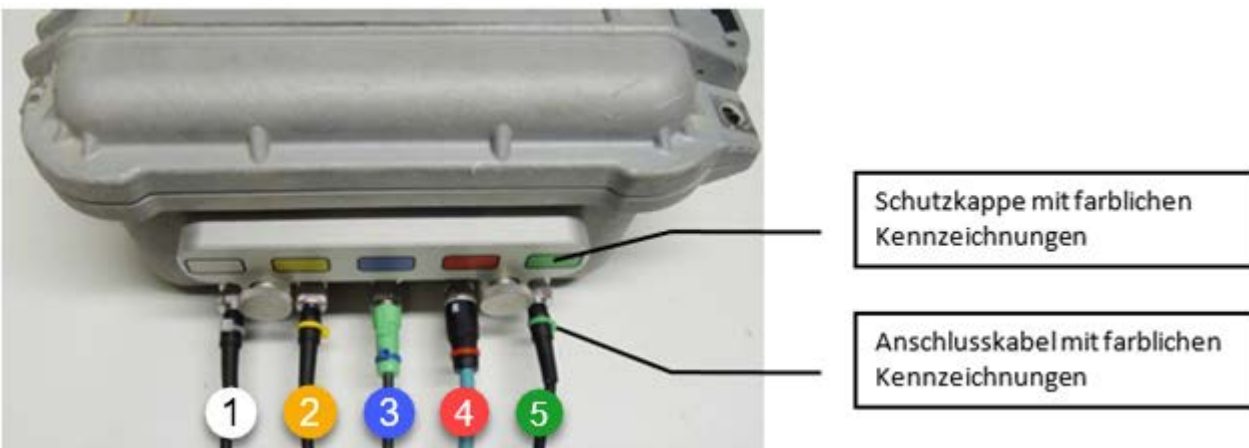

Abb. 11: Anschlusskabel an die Receiver-Box anschließen
- Reihenfolge der Anschlüsse (siehe Abbildung 11)